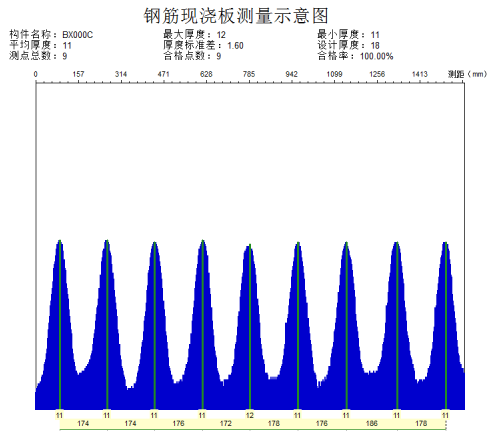

图4.15
(4) 波形测试：当用户查看波形测试构件时，显示如图4.15所示的界面。X坐标表示钢筋的具体位置，每条绿色竖线表示一根钢筋。